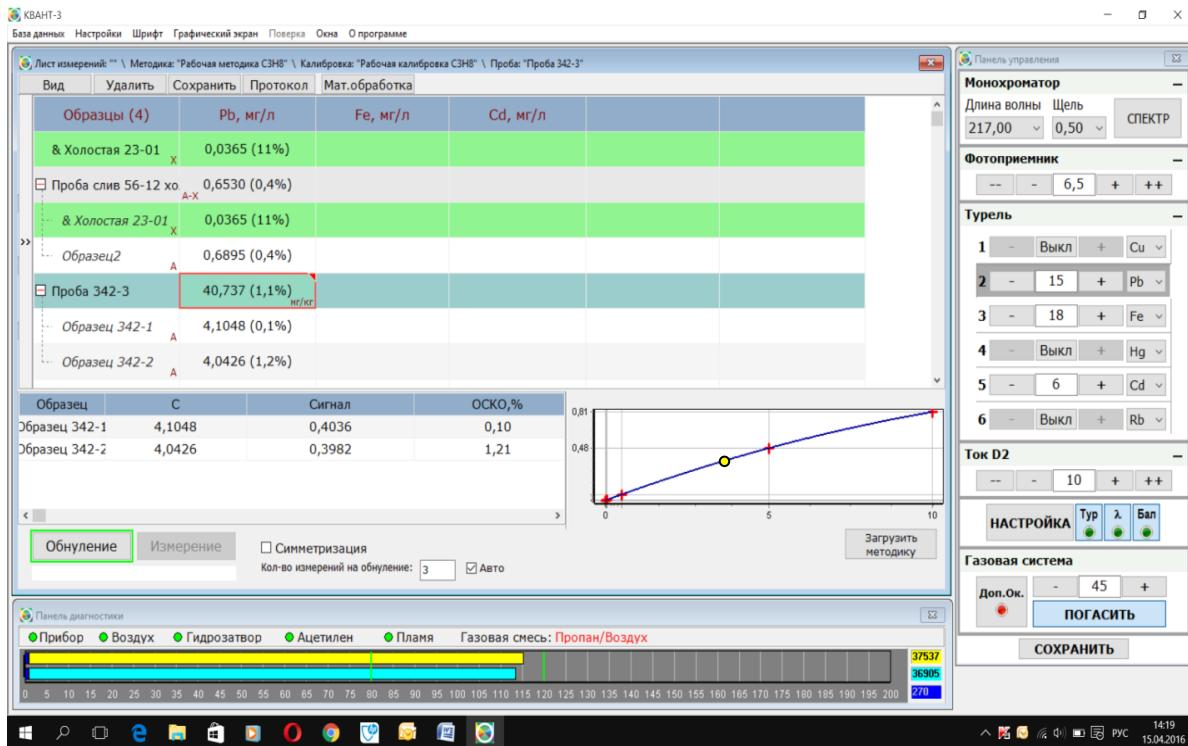

Рис. 23 Проведение измерений
4. Перенести капилляр в неизвестную пробу, нажать кнопку «Измерение», индикатор отобразит выполнение операции ИЗМЕРЕНИЯ (задержка зелёным, измерение красным цветом). В зависимости от выбранного режима измерений (режим «Симметризация» или N измерений пробы на одно обнуление п.1.2.2) после окончания цикла результат будет отображаться в таблице в виде числового значения и на градуировочном графике в виде точки жёлтого цвета рис.23.
5. Провести измерение образца несколько раз (2-5). Результат анализа отображается в ячейке на пересечении строки с названием образца или пробы и столбца с названием исследуемого элемента в единицах концентрации градуировочного графика. На рис. 23 представлен результат измерения Pb в пробах в мг/л и относительным СКО %. Среднее арифметическое и СКО ПК рассчитывает по результатам параллельных определений.